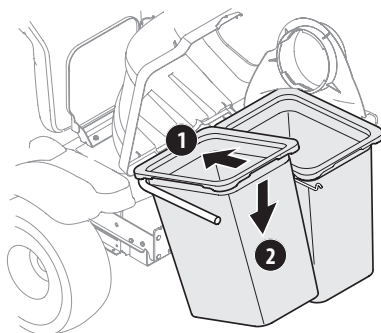

Figure 18
- Installez les deux sacs à herbe (664-05104) sur leur support en insérant d'abord la partie avant du sac (1), comme indiqué dans la Figure 18, puis la partie arrière jusqu'à ce que chaque sac soit correctement placé sur son support (2).